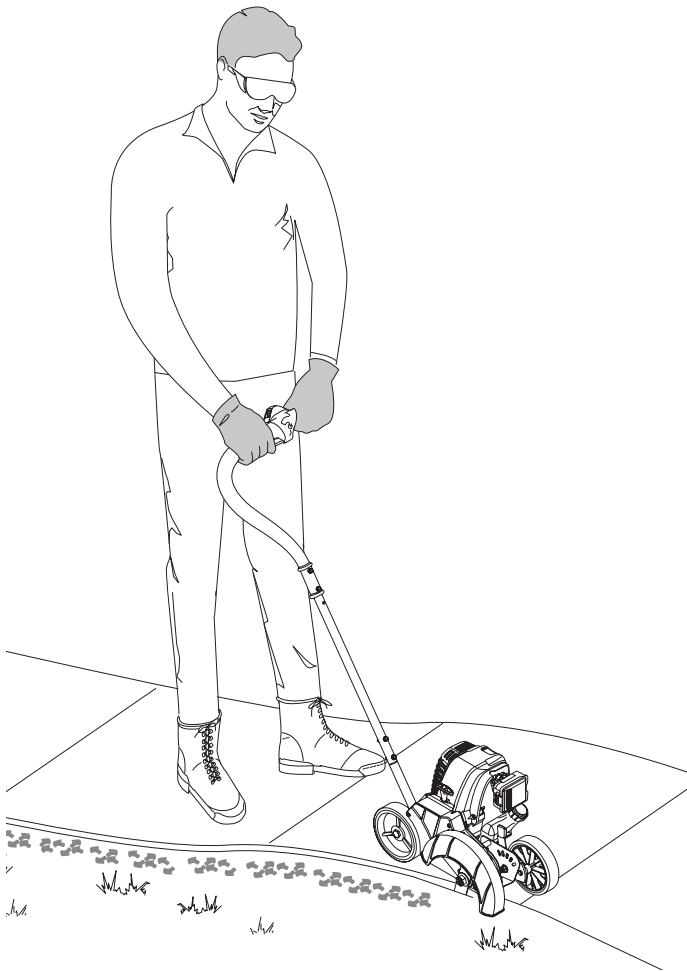
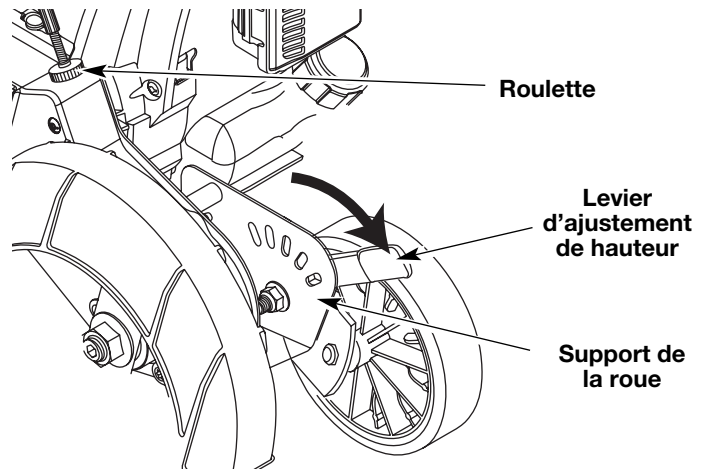

Fig. 12
Fig. 13
AVERTISSEMENT : éviter le démarrage accidentel. Se tenir en position de démarrage pour lancer le moteur (Fig. 12). Lors du démarrage, l'opérateur et l'outil doivent être en position d'équilibre afin d'éviter le risque de blessures graves.
Avant de démarrer l'appareil, placez-vous en position de démarrage (Fig. 12). Vérifier que les consignes suivantes ont été respectées :
- La roue du coupe-bordures est ajustée pour une bonne hauteur de coupe, tel que le montre la Figure 13, et le coupe-bordures est positionné comme sur la Figure 12.
1. Saisir le levier d'ajustement de hauteur situé sur le côté de la roue avant (Fig. 13).
2. Pour surélever la lame de coupe, pousser le levier vers l'avant du support de la roue. (Fig. 13). Le fait d'abaisser la roue réduit la hauteur de coupe.
1. Localisez la roulette située au dessus du logement de la courroie (Fig. 13).